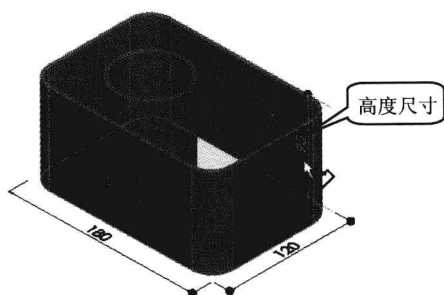

图 1-23 显示“拉伸 1”尺寸
(7) 单击特征树中“凸台-拉伸 1”，模型中显示“凸台-拉伸 1”的尺寸，如图 1-23 所示。